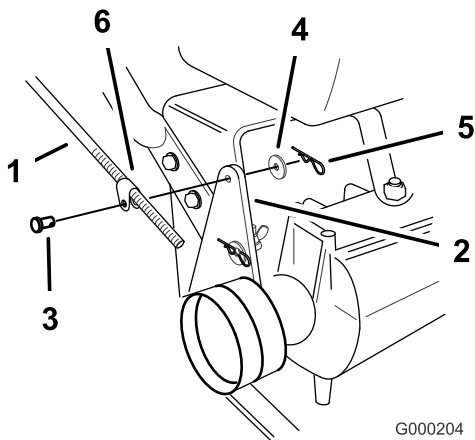

Figura 15
1. Retire el pasador de horquilla, la arandela y el pasador que sujetan el acoplamiento de la varilla de control al soporte de la polea tensora (Figura 15).